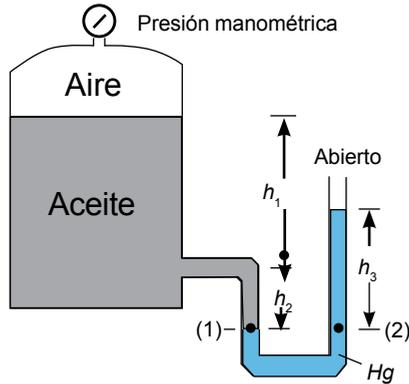

Figura 12. Problema g.
- Para el manómetro conectado al tanque, según la figura 12, determine la presión manométrica en psig, sabiendo que: la densidad relativa de ese aceite es 0.9; la densidad relativa del mercurio, 13.6, y las alturas, $h_1 = 70$ cm, $h_2 = 15$ cm y $h_3 = 25$ cm.